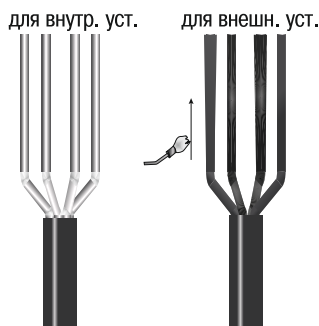

Рисунок 2
4.3 Для муфт внутренней установки (рисунок 2): развести жилы с радиусом не менее десятикратного диаметра жилы.
4.4 Для муфт внешней установки (рисунок 2):